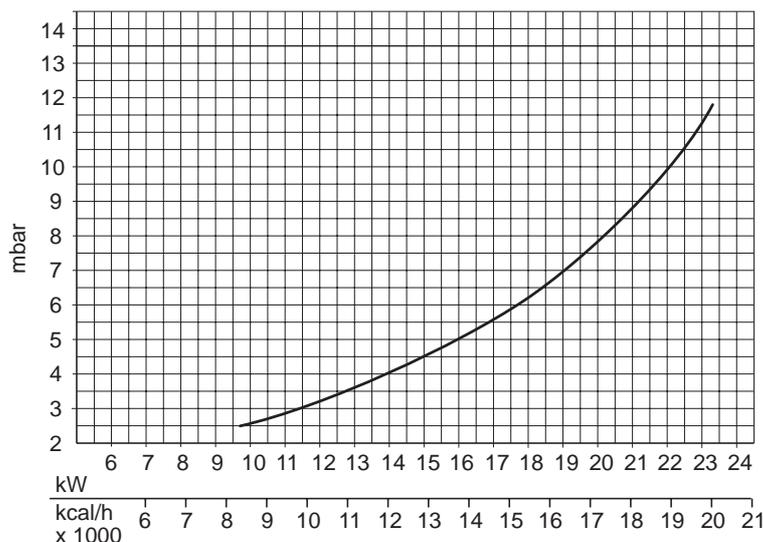

Fig. 3
N.B. - Le pressioni gas al bruciatore e le portate gas nella **fase di riscaldamento impianto** indicate in tabella si riferiscono alla **potenza nominale della caldaia**: volendo ridurre tale potenza (ove possibile), è necessario diminuire la pressione del gas fino alla potenza minima (vedere i diagrammi di fig. 3 e 4).